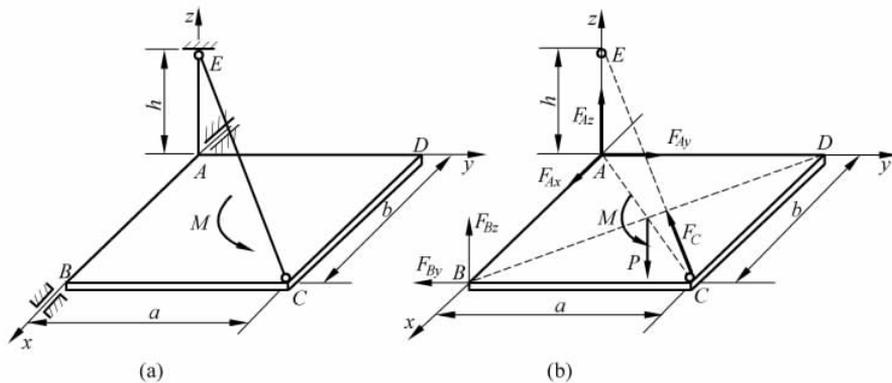

图 3.10
例 3.3 图 3.10(a)所示,重 $P=1000\text{ N}$ 的均质薄板用止推轴承 A、径向轴承 B 和绳索 CE 支持在水平面上,可以绕水平轴 AB 转动,今在板上作用一力偶,其力偶矩为 M ,并设薄板平衡。已知 $a=3\text{ m}$, $b=4\text{ m}$, $h=5\text{ m}$, $M=2000\text{ N}\cdot\text{m}$,试求绳子的拉力和轴承 A、B 的约束反力。
解 (1) 研究均质薄板,受力分析,受力图如图 3.10(b)所示。
(2) 选坐标系 $Axyz$,列出平衡方程:
约束反力的方向如图 3.10(b)所示。